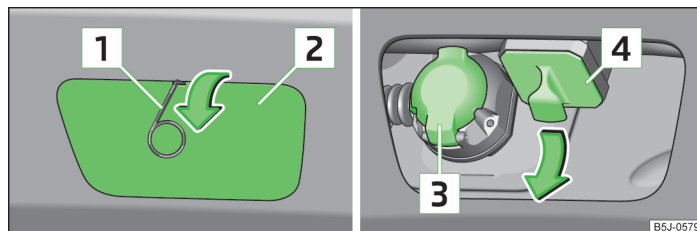
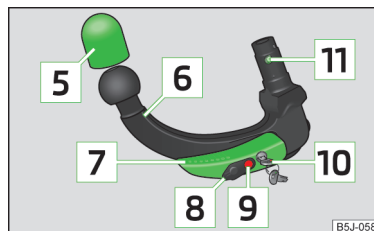

Fig. 100 Retirar la tapa: en el parachoques trasero / para la cavidad de alojamiento
Fig. 101 Barra de cabeza esférica
Descripción de las imágenes » fig. 100 y » fig. 101
- Extraiga la caperuza protectora situada en el parachoques trasero **2** » fig. 100 de la página 123 por medio del estribo para retirar los tapacubos integrales en el sentido de la flecha.
- Extraiga la caperuza protectora de la cavidad de alojamiento **4** » fig. 100 de la página 123 en el sentido de la flecha » **!**
Conserve en un lugar apropiado del maletero la tapa 2 y la tapa 4 » fig. 100 de la página 123 después de extraerlas.
- Introduzca la caperuza protectora para la cavidad de alojamiento [4] » fig. 100 de la página 123 en el sentido contrario al de la flecha.
- Coloque la caperuza protectora situada en el parachoques trasero [2] » fig. 100 de la página 123 por los "ganchitos" situados en el área inferior del parachoques.